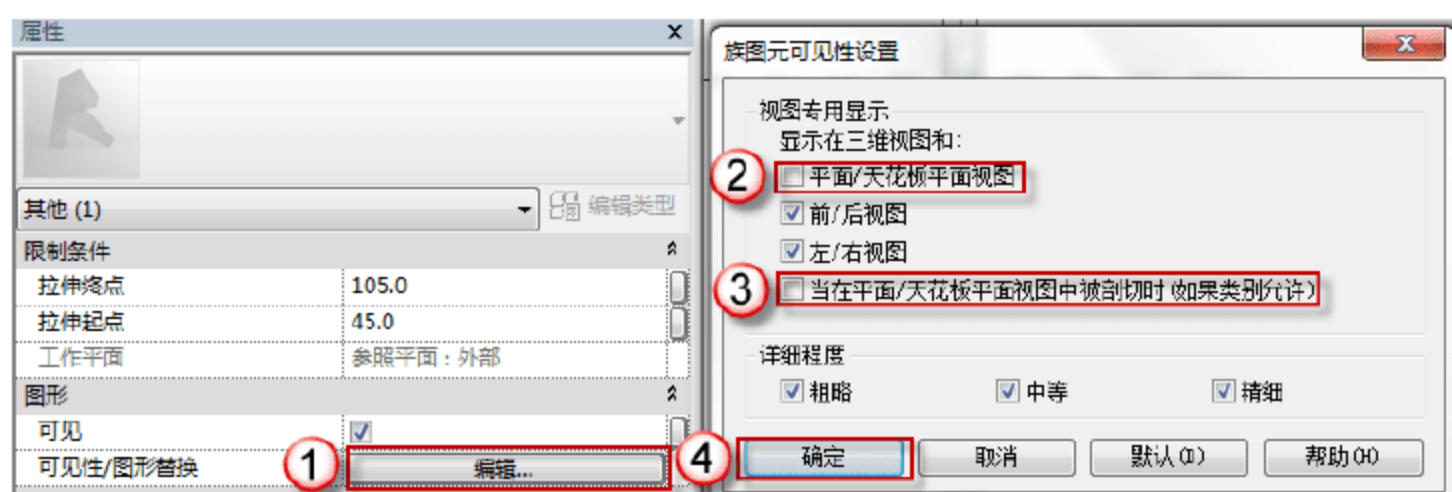

图 6.3.13 修改门的可见性
(12) 修改 MC2430 门框的可见性。在门框的“属性”面板中,单击“图形”栏“可见性/图形替换”后的“编辑”按钮,弹出“族图元可见性设置”对话框,取消“平面/天花板平面视图”和“当在平面/天花板平面视图被剖切时(如果类别允许)”复选框的选择,单击“确定”按钮,如图 6.3.13 所示。